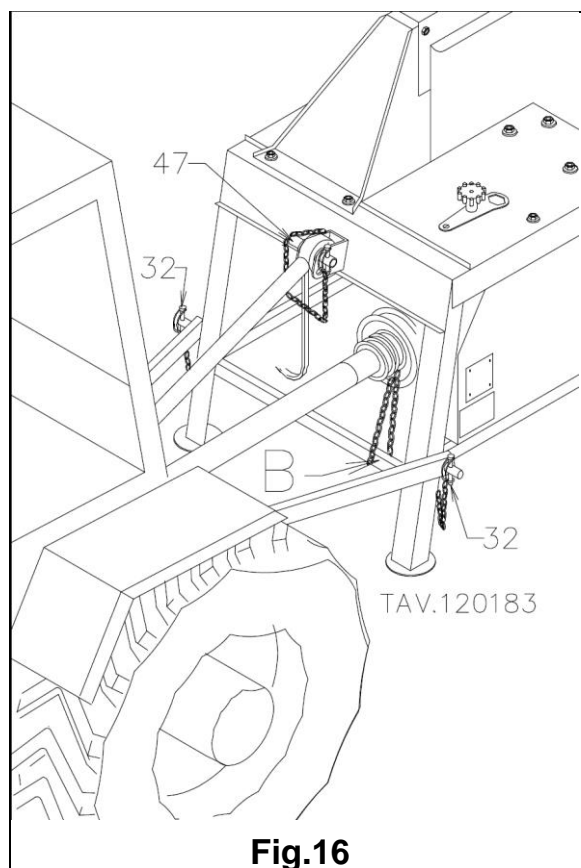

Fig.16
Durante il trasporto della macchina sul posto di lavoro, se il cardano viene lasciato innestato alla macchina durante il trasporto, provvedere ad appoggiarlo sul gancio (pos.47 Fig.16) ricavato sull'attacco a tre punte per evitare eventuali danneggiamenti.